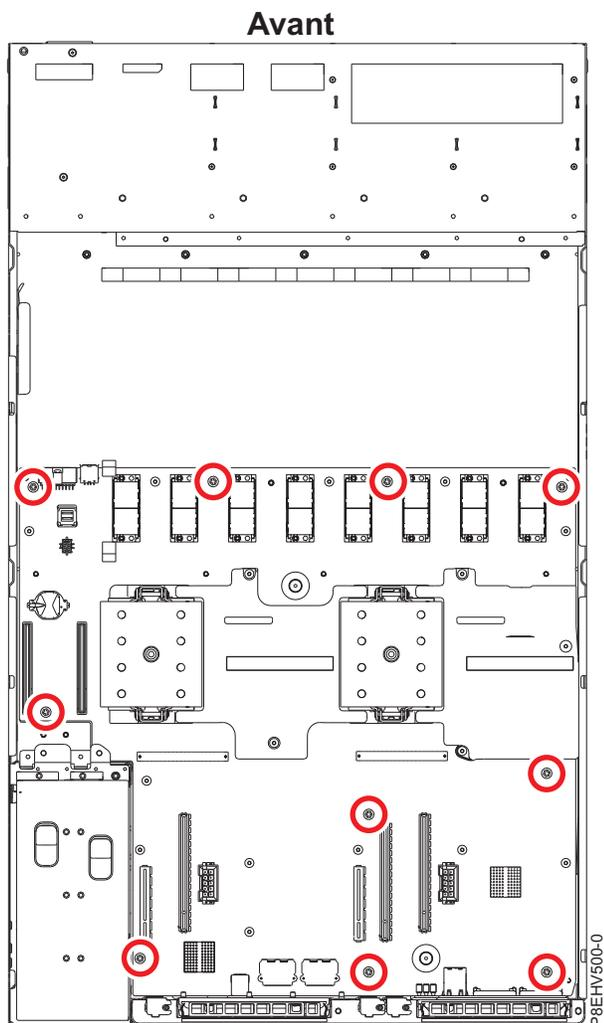

Figure 67. Emplacements des vis du fond de panier système
4. Aligned et serrez les 10 vis hexagonales de couleur noire **(B)** dans le fond de panier système. Les emplacements des vis sont illustrés dans la figure 67, à la page 70.